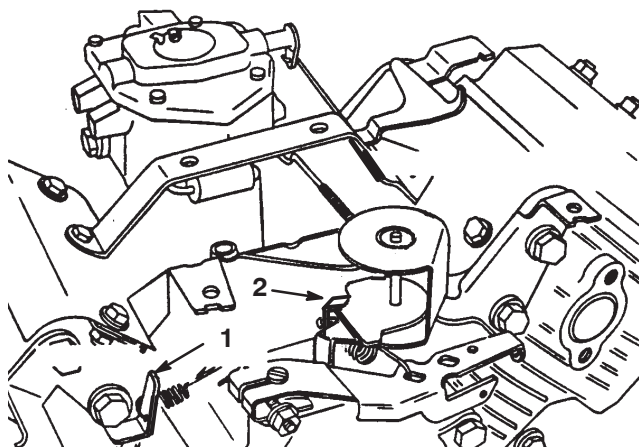

Figure 38
3. Courbez la languette d'ancrage du ressort de ralenti réglé (Fig. 38) pour obtenir un régime de ralenti de 1625 ± 50 tr/min. Vérifiez le régime avec un compte-tours.
5. Réglez la manette d'accélérateur en position haut régime. Courbez la languette d'ancrage du ressort de régime maximum de marche à vide (Fig. 38) pour obtenir un régime maximum de 2850 ± 50 tr/min.